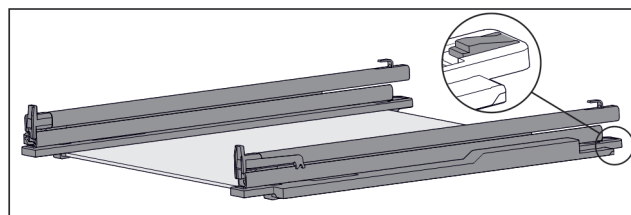

Fig. 123 Tablette en verre avec rails et pièces de retenue
- Pousser l'arrière de la pièce de retenue vers le bas (voir Fig. 123) et pousser dans le même temps le tiroir vers l'arrière.